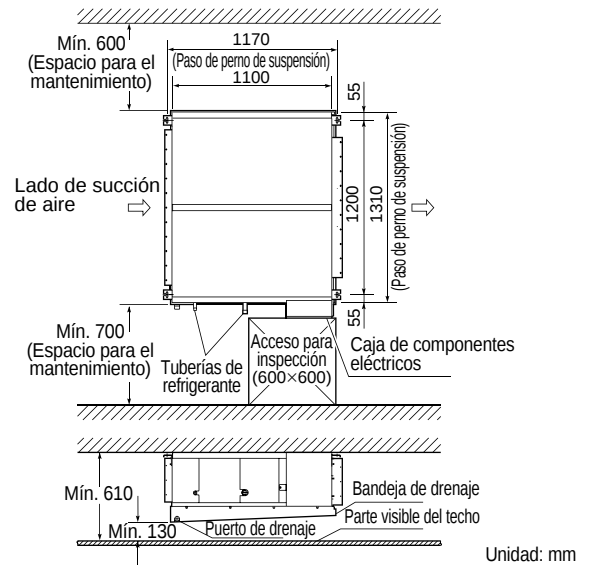

Fig. 3-89
- El espacio mínimo para la instalación y para el mantenimiento se muestra en la Fig. 3-89.